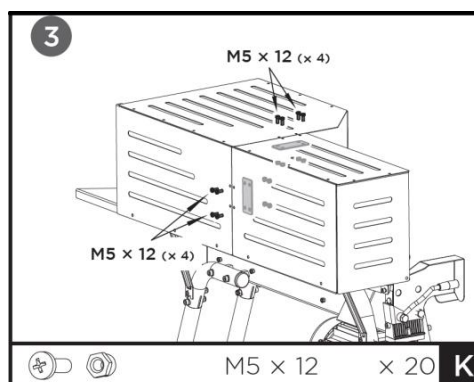

Fig. 11b
3. Collegare le due piastre di protezione superiori (m e n) alle piastre di protezione posteriori (o e p) utilizzando connettori per piastre e bulloni e dadi M5x12 (K). Vedere Fig. 11b.